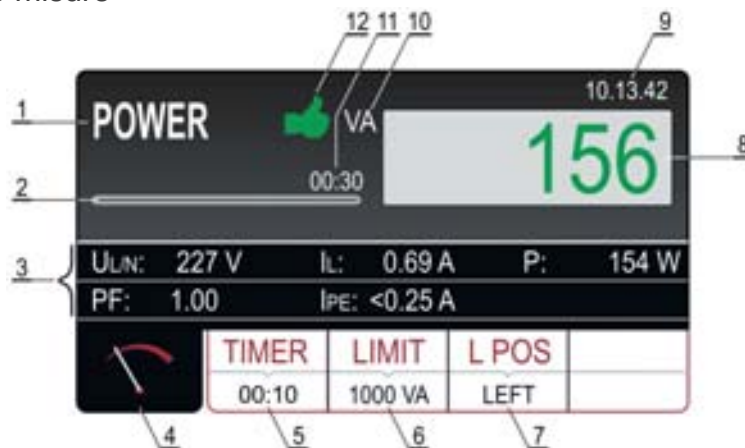

Fig. 64: Schermata dei risultati delle prove di POWER
9. Il risultato del test (potenza apparente) è mostrato in verde se inferiore o uguale al valore limite impostato oppure in rosso se superiore al valore limite impostato. Il risultato finale sarà accompagnato dal simbolo verde e da un segnale acustico breve (risultato OK) o dal simbolo rosso e da un segnale acustico prolungato (risultato non OK). La Fig. 64 mostra un esempio di schermata con i risultati delle misure